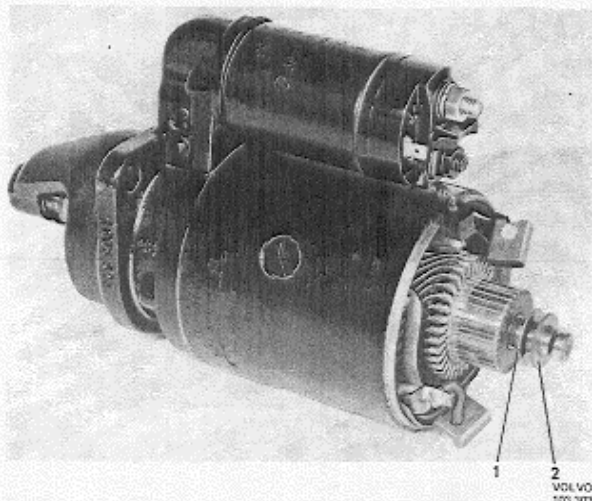

Abb. 3-9 Anlasser mit ausgebaute Bürstenhalterplatte
HINWEIS! Anlaufscheiben beachten, siehe Abb. 3-9.
10. Anlaufscheiben gem. Abb. 3-9 auf der Ankerwelle anbringen.